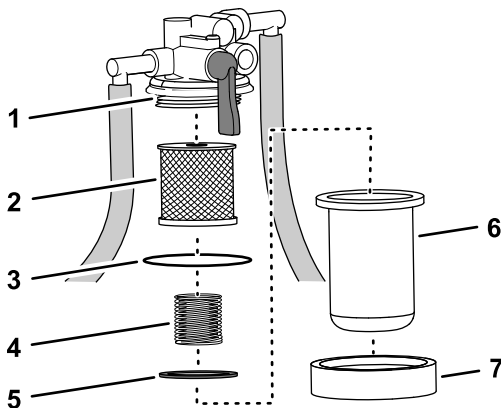

Bild 71
3. Stellen Sie eine Auffangwanne unter die Kraftstofffilterglocke, entfernen Sie die Glockenmutter und nehmen die Filterglocke aus dem Filterkopf heraus (Bild 71).
2. Setzen Sie den Filtereinsatz in den Filterkopf ein, siehe Bild 71 in Entfernen des Filtereinsatzes (Seite 58).
3. Befestigen Sie die Feder und den Schwimmer in der Kraftstofffilterglocke, siehe Bild 71 in Entfernen des Filtereinsatzes (Seite 58).
Mutter mit der Hand an, siehe Bild 71 in Entfernen des Filtereinsatzes (Seite 58).